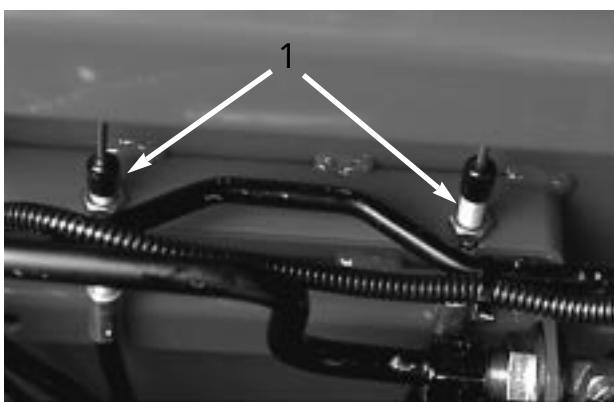

図 63
2. 行きしろを小さくするにはブレーキを締める：ブレーキケーブル（図63）の端にある前ナットをゆるめ、後ろナットを締めてケーブルを後ろへ引く。行きしろが12 ~ 25 mmとなるように調整し、前ナットを締めて終了。